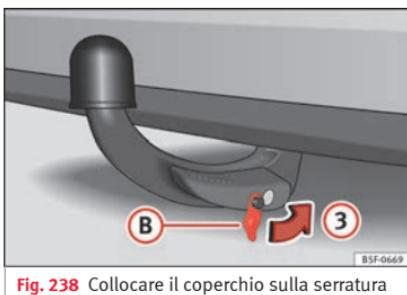

Fig. 238 Collegare il coperchio sulla serratura
- Estrarre la chiave nel senso della freccia (2).
- Collegare il coperchio (B) nella serratura nel senso della freccia (3) » fig. 238 » 1.